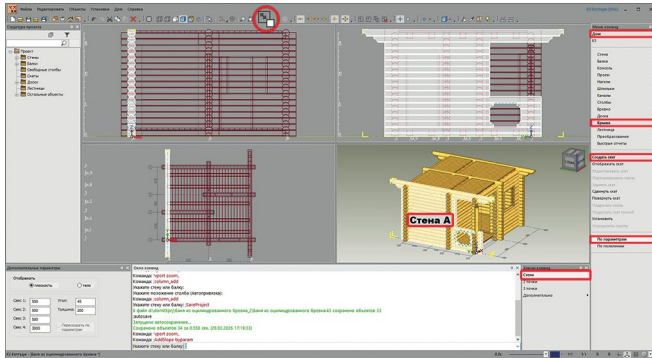

рис. 57
1. Сделайте видимыми все видовые окна, нажав кнопку . На вспомогательной панели выберите команду **Дом/Крыша/Создать скат/По параметрам**. Затем выберите элемент контекстного меню **Стена** и укажите в качестве опорной стены будущего ската **стену А** (на экране подсвечивается белым цветом, рис. 57), кликнув по ней левой кнопкой мыши.